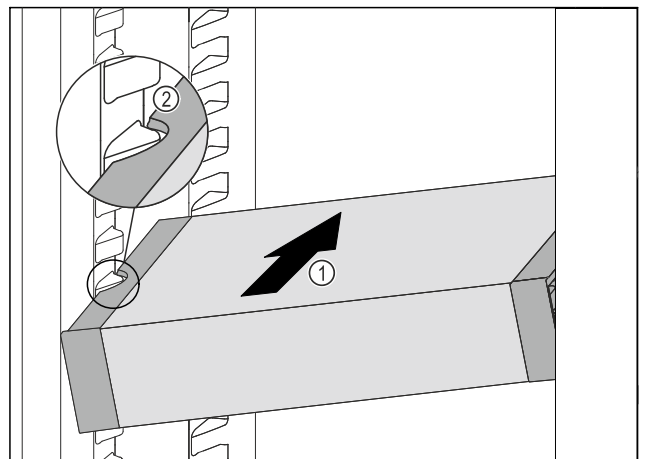

Fig. 78
- ▶ Вставити VarioSafe під кутом в охолоджувальне відділення Fig. 78 (1), доки бокові поглиблення Fig. 78 (2) VarioSafe не будуть на рівні ребра для резервуара в охолоджувальному відділенні.